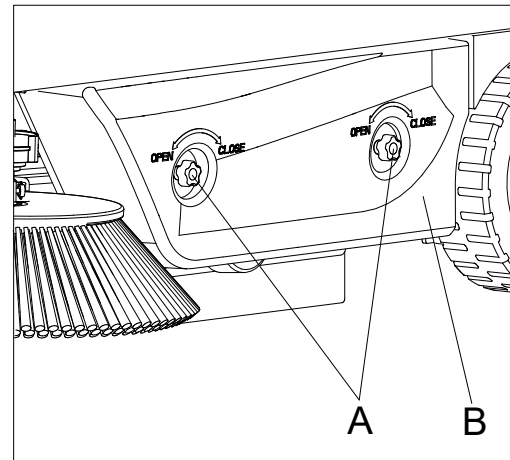

Abb. 22
3. Lösen Sie die Knöpfe (A, Abb. 22) und bauen Sie den linken Deckel aus (B, Abb. 22).
13. Installieren Sie den linken Deckel (B, Abb. 22), indem Sie die Knöpfe (A, Abb. 22) festziehen.
4. Lösen Sie die Knöpfe (A, Abb. 22) und bauen Sie den linken Deckel aus (B, Abb. 22).